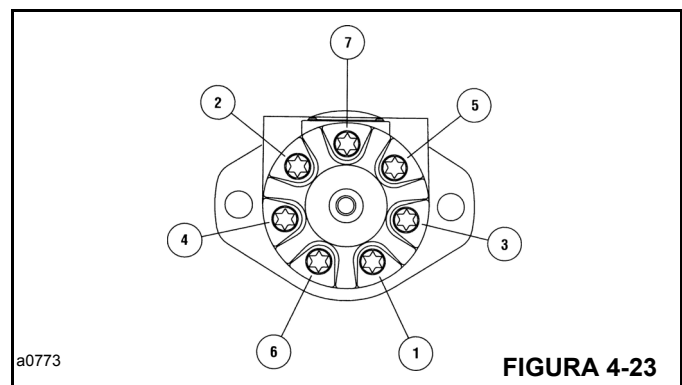

FIGURA 4-23
19. Instale a vedação (13) na tampa da extremidade (17). Coloque com cuidado a tampa da extremidade no gerotor (16).
20. Instale os parafusos (19) e as arruelas de vedação (18) na tampa da extremidade (17). Aperte os parafusos com 7,4 Nm (40 lb-pol.) Verifique se as arruelas de vedação estão assentadas adequadamente. Em seguida, aperte os parafusos com um torque de 27 a 29 Nm (235 a 250 lb-pol.) na sequência mostrada na Figura 4-23.